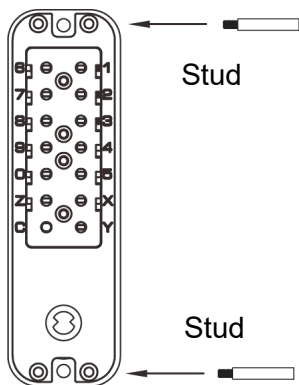

FIG9A
- 1) Najpierw wkręć śrubę w otwór w zamku na hasło na panelu przednim (patrz rysunek 9A). Następnie wybierz odpowiedni rozmiar kwadratowego wałka do montażu, w zależności od grubości drzwi (patrz rysunek 10).